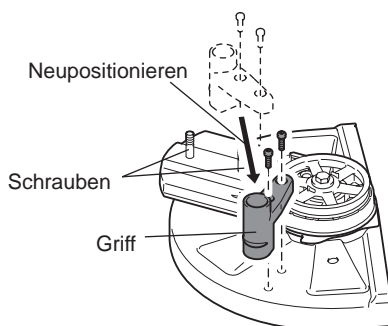

Abb. 5
- Positionieren Sie den Griff neu. (Abb. 5)